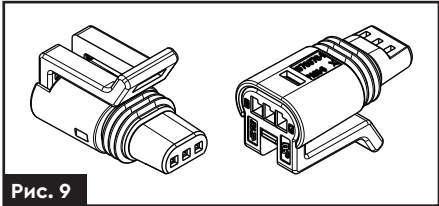

Рис. 9
- Для підключення використовується кабель з роз'ємом **Mini SuperSeal (рис. 9)**.